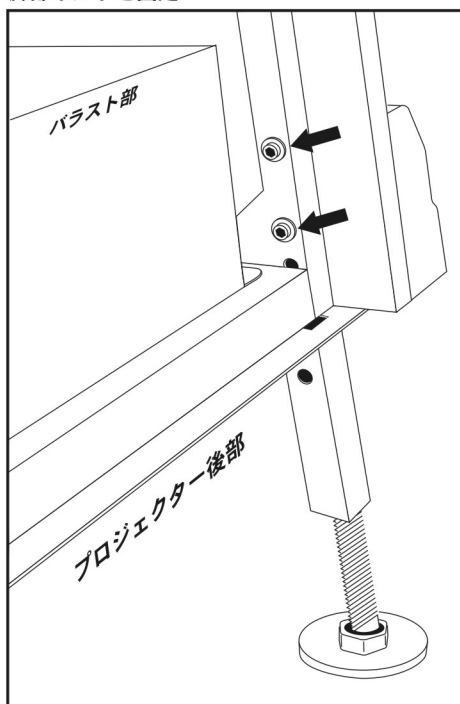

図 2-32 後部の延長脚部を調整する
3. ペデスタルの後部開口部の各側面で、プロジェクターに後部の延長脚部を固定している 2 つのボルトを緩めます（図 2-32）。